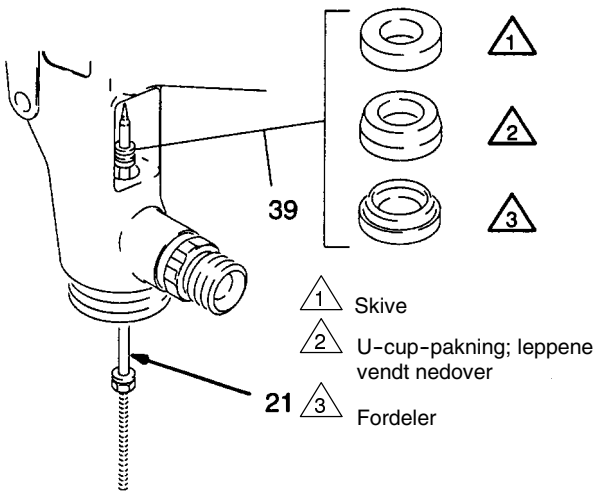

Fig. 6
1. Sett inn væskenålen (21) fra fronten av pistolen, som vist på Fig. 6. Sett inn det nye pakningssettet (39) ved å plassere pakningene ytterst på nålespissen. Legg pakningene som vist på Fig. 6.